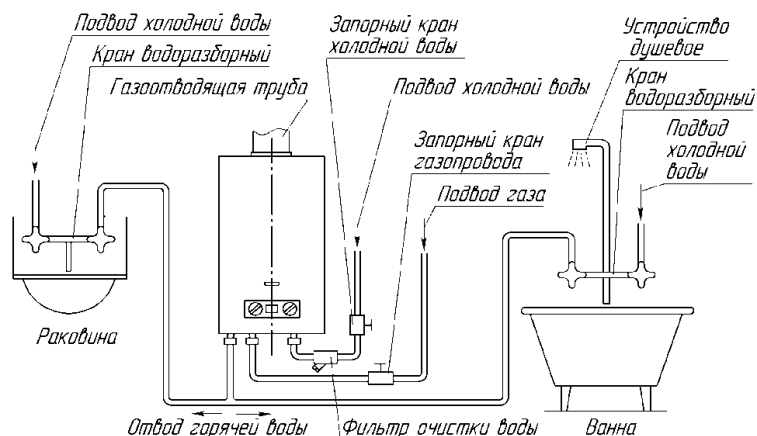

Рисунок 5. Схема установки аппарата
7.1.10. Схема установки (подключения) аппарата приведена на рис. 5. Рекомендуется сначала подключить аппарат к водопроводной сети, заполнить систему аппарата водой и затем подключить его к газовой сети.
7.3.1. Для увеличения срока службы аппарата и улучшения его эксплуатационных характеристик рекомендуется устанавливать перед аппаратом фильтр очистки воды (рис. 5).
7.3.2. Для облегчения последнего технического обслуживания необходимо установить перед аппаратом запорный кран на трубопроводе подвода холодной воды (рис. 5). Запорный кран должен быть легко доступен.